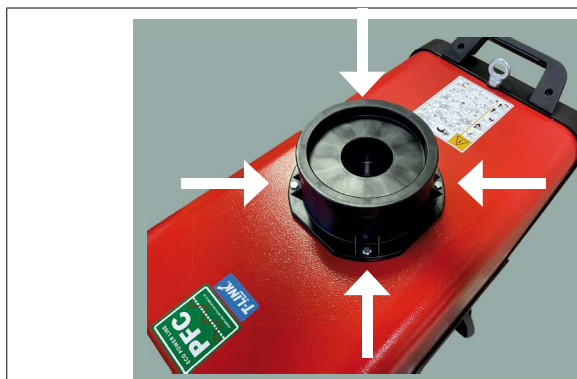

Fig. 8
Smontare il supporto carrello fissato al coperchio del generatore (fig.8)
*Remove the wire feed unit support fixed to the power source cover (fig.8)*
Retire el soporte del carro arrastahilo a la tapa del generador (fig.8)